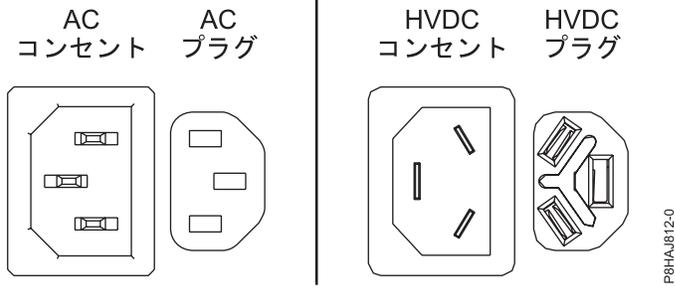
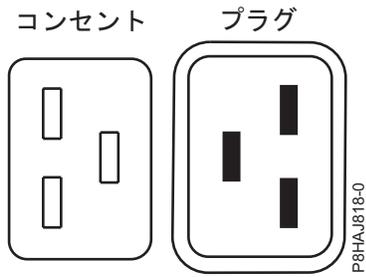
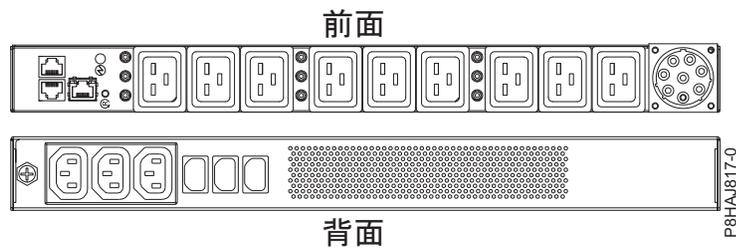

図 25. AC コネクターと HVDC コネクター
図 26. 8408-44E システムのコネクター
図 27. 8408-44E システムの PDU
- 面ファスナー (A) を使用して、電源コードがシステムに固定されています。電源コードを切り離した後でシステムを保守位置に置く場合は、必ずファスナーを外してください。
45 ページの図 25 は、サポート対象の交流 (AC) コネクタおよび高電圧直流 (HVDC) コネクタを示しています。45 ページの図 26 および 45 ページの図 27 は、8408-44E のサポート対象のコネクタおよび電力配分装置 (PDU) を示しています。